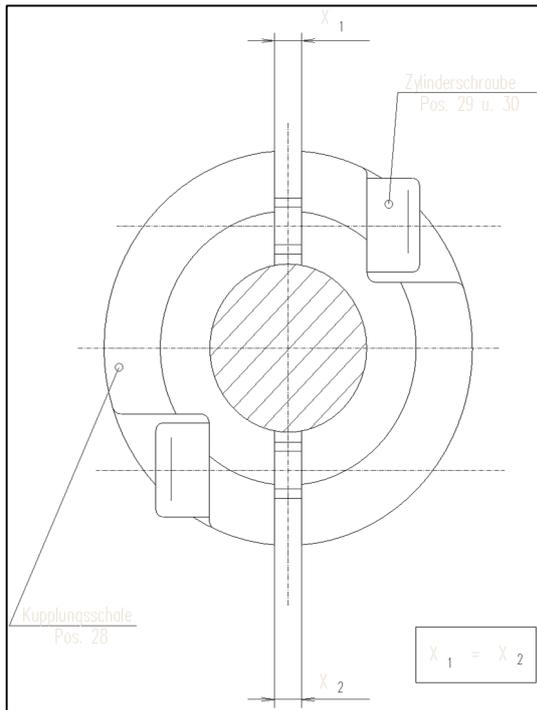
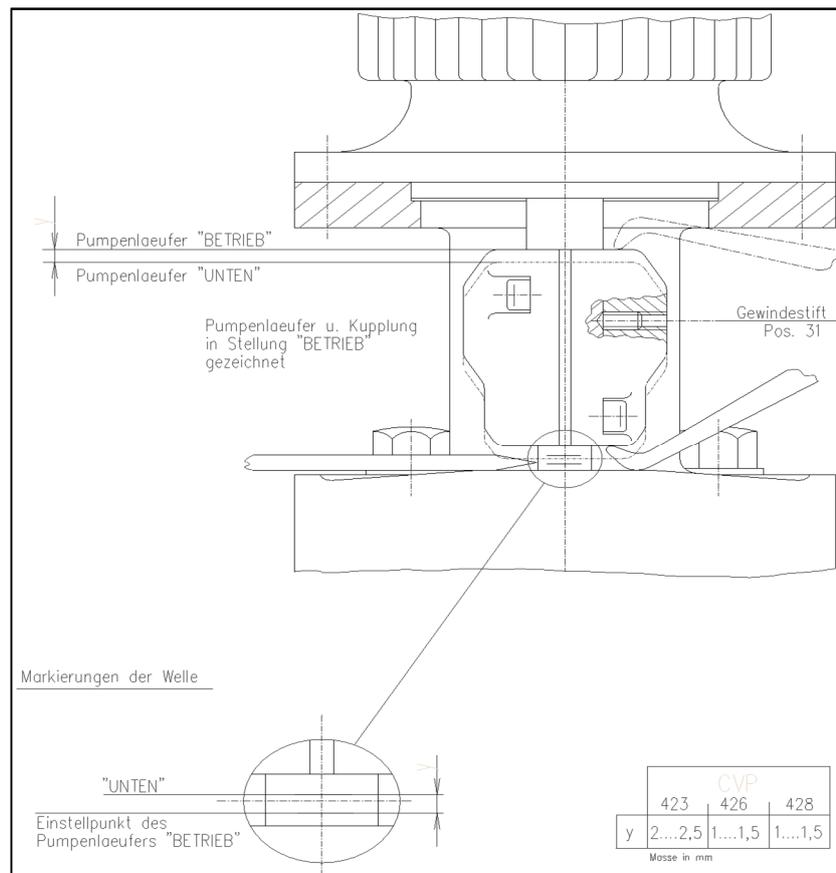

Abbildung 6: Draufsicht Kupplung
Abbildung 7: Einstellung des Pumpenläufers
Zylinderschrauben (Pos. 29 und 30) der Kupplungsschalen (Pos. 28) lösen und Motor auf das Druckgehäuse (Pos. 20 oder 26) setzen und verschrauben (Positionsnummern nach Tabelle 14, S. 33). Zylinderschrauben der Kupplungsschalen von Hand leicht anziehen, dabei muss der Spalt zwischen den Kupplungsschalen gleich groß sein (→ Abbildung 6, S. 18). Zur Prüfung der Drehrichtung siehe auch 6.1.3 Drehrichtungskontrolle, S. 22.
2. Pumpenläufer mit Kupplungsschalen um das Maß $s/4$ (→ Abbildung 7, S. 19) anheben und Pumpenwelle markieren.
3. Zylinderschrauben (Pos. 29 und 30) gleichmäßig fest anziehen (→ Abbildung 6, S. 18 und Abbildung 7, S. 19).